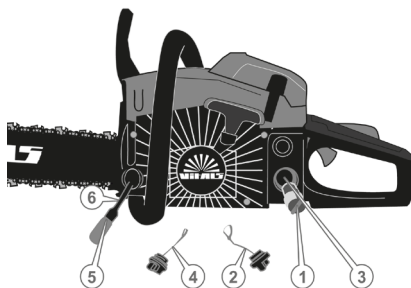

Рисунок 21. Схема обслуговування паливного та мастильного фільтра.
1. Видалити тирсу та бруд із жолоба шини, масляних отворів і веденої зірочки (рис. 21).
6.8 Обслуговування паливного та мастильного фільтрів (рис. 21).